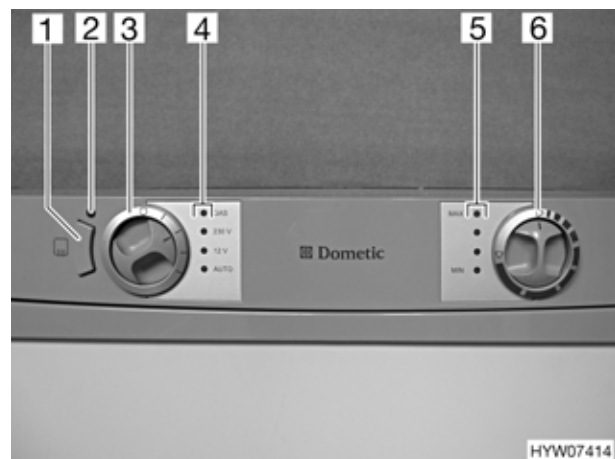

Fig. 89 Elementi di comando del frigorifero
Nel caso di temperature esterne ed umidità dell'aria elevate è possibile che si formino gocce d'acqua sul telaio in metallo del vano congelatore. Per questo motivo il frigorifero è dotato di un riscaldamento nel telaio per il vano congelatore. Nel caso di temperature e umidità dell'aria elevate, accendere il riscaldamento del telaio con il tasto (Fig. 89,1). È possibile così evitare fenomeni di corrosione. Quando il riscaldamento del telaio è acceso, la luce spia è accesa (Fig. 89,2).
Se l'alimentazione a 230 V non è allacciata e il motore del veicolo è spento, il sistema AES seleziona il rifornimento di gas. Selezionando il funzionamento a gas, il dispositivo di sicurezza si apre automaticamente, così che il gas possa fluire al bruciatore. Contemporaneamente si inserisce l'accenditore elettronico. Se la fiamma del gas si spegne, per esempio a causa di un colpo di vento, l'accenditore viene subito azionato riaccendendo il gas. In caso di guasto del funzionamento a gas, la luce spia "GAS" (Fig. 89,4) diventa rossa e lampeggia.
- Nelle aree di servizio è vietato l'uso di impianti a fiamma viva. Nel caso in cui la sosta duri più di 15 minuti, il frigorifero deve essere spento tramite il selettore di energia (Fig. 89,3).
Dopo l'accensione il frigorifero seleziona automaticamente la regolazione intermedia del termostato. Questa regolazione può essere modificata manualmente tramite il pomello girevole (Fig. 89,6). Le luci spia (Fig. 89,5) indicano la temperatura selezionata sul termostato. Con il pomello girevole viene regolata la temperatura di refrigerazione per tutti i tre tipi di funzionamento. Ci vogliono alcune ore prima che il frigorifero raggiunga la temperatura normale di esercizio. Cambiando la modalità di funzionamento la regolazione del termostato non viene modificata. La temperatura di raffreddamento è indipendente dal tipo di energia utilizzata.
- Con il selettore di energia (Fig. 89,3) selezionare il tipo di energia utilizzata. La luce spia relativa (Fig. 89,4) diventa verde.
- Regolare la temperatura di refrigerazione con il pomello girevole (Fig. 89,6). Le luci spia (Fig. 89,5) indicano la temperatura selezionata sul termostato.
In caso di guasto del funzionamento a gas, la luce spia "GAS" (Fig. 89,4) diventa rossa e lampeggia.
- Girare il selettore di energia (Fig. 89,3) su "0". Tutte le luci spia (Fig. 89,4) sono spente.